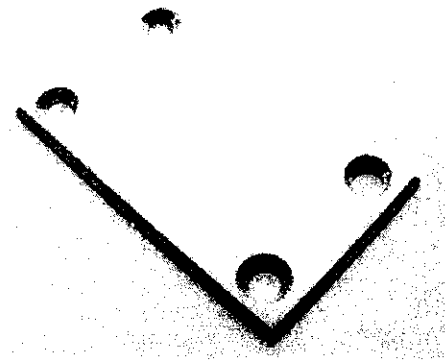

Рис.1. Пластина
26. Творческое задание. «Сконструируйте пластину» (рис. 1)